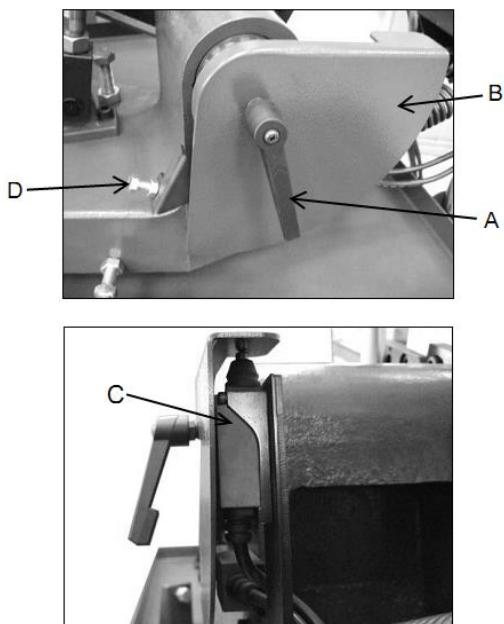

Рис.12
Ослабьте винт (A, Рис.12) для освобождения регулируемой пластины (B) до касания концевого выключателя (C).
Регулировка винта (D, Рис.12) предназначена для установки крайнего нижнего положения полотна, когда рез завершён.